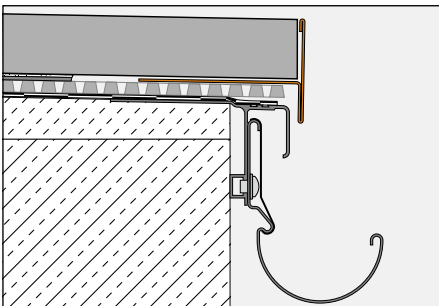

Fig. 2
- 3.2 Lors de la pose sur la natte Schlüter®-TROBA-PLUS avec des plots réalisés à l'aide des disques de coffrage Schlüter®-TROBA-STELZ-DR (fig. 2), le profilé de rive Schlüter®-BARA-RT masque le chant du revêtement et la natte. L'aile de fixation à perforations trapézoïdales de Schlüter®-BARA-RT est posée au bord de la natte. Les dalles autoportées sont ensuite posées sur l'aile de fixation.